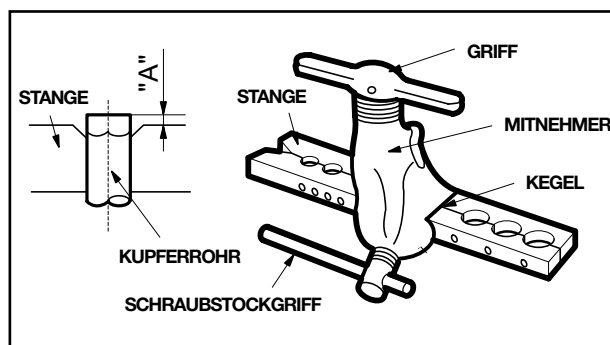

Abb. 15
4. Ansenken (Abb. 15): Montieren Sie das Kupferrohr in der Hammervorrichtung und wählen Sie den passenden Durchmesser aus der folgenden Tabelle aus.